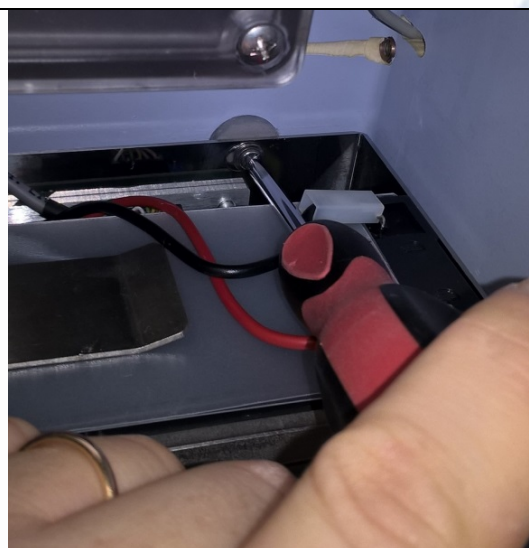

Rys. 23
- Chwycić zasilacz sieciowy za metalowy uchwyt przyspawany do skrzynki (**rys. 23**).
- Podnieść zasilacz sieciowy i włożyć go z powrotem do aparatu (**rys. 23**).